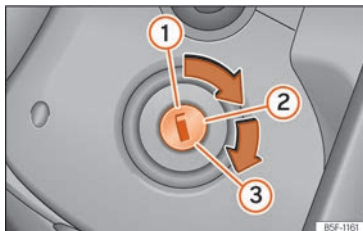

Fig. 136 Positions de la clé de contact.
Positions de la clé » fig. 136
- Tournez la clé en position » fig. 136 ② . Dans les véhicules diesel, il y a un préchauffage .
- Continuer à tourner la clé en position 3 » fig. 136 -- sans appuyer sur l'accélérateur.
- Une fois le moteur démarré, relâchez la clé. Lorsque vous la relâchez, la clé revient en position ②.
- *Véhicules avec serrure de contact* : Amenez la clé de contact en position » **fig. 136** .